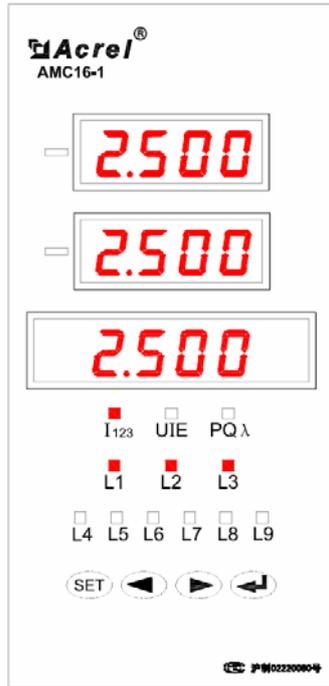

图 4
- 1) 图 4 显示的电参量从上到下依次为第 1、第 2、第 3 路负载的电流值都为 2.500A。